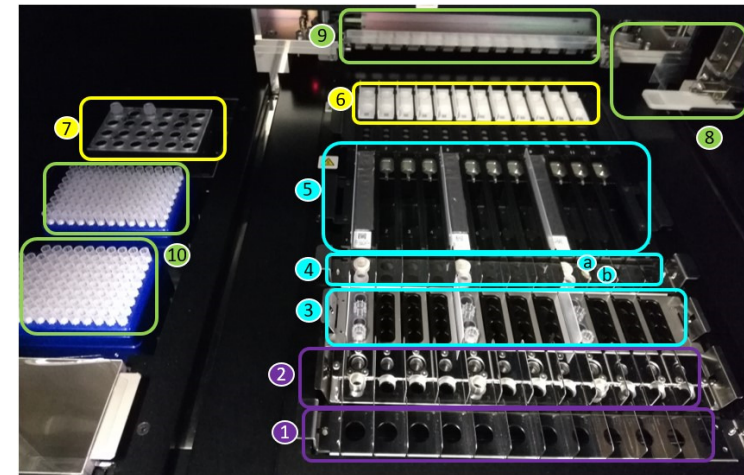

Abbildung 1: Der «ELiTe InGenius»Ladebereich
Eine Übersicht über das «**ELiTe InGenius**»Gerät ist in Abbildung 1 dargestellt.
Abbildung 1 zeigt: Position des Primärrohreinständers (1), Position des Ständers für Extraktions- und Deckel (2), Position des Ständers für Spitzenset (3), Position des Elutionsröhrchenständers (DNase I-Röhrchen + Röhrchenadapter (a) und Elutionsröhrchen (b)) (4), Position des Extraktionskartuschenständers (5) und Position des PCR-Kartuschenständers (6), Position des Blocks für PCR- und interne Kontrollreagenzien (Bestandsmanager) (7), Proben- und Reagenzdispensierung (8, 9), Positionen des Abfallbehälters (links unten) und der Spitzen (10).
- Die Schaltfläche „Next“ (Weiter) drücken, um zu bestätigen, dass für die Anzahl der ausgewählten Tests je nach Anzeige auf dem Bildschirm ausreichend Reagenzien in Position 7 des Bestandsmanagers geladen wurden (siehe Seite 10, Abbildung 1).
- Ausreichend Spitzenständers in Position 10 stellen (siehe Seite 10, Abbildung 1).
- Die angegebenen PCR-Kassetten in Position 6 stellen (siehe Seite 10, Abbildung 1).
- Die angegebenen Kassette(n) mit den Extraktionskartuschen in Position 5 stellen (siehe Seite 10, Abbildung 1).
- Setzen Sie die DNase I, in den DNase I-Röhrchenadapter in Position 4stellen (siehe Seite 10, Abbildung 1).
- Die angegebenen Anzahl von Elutionsröhrchen in Position 4 stellen (siehe Seite 10, Abbildung 1).
- Die angegebene Anzahl von Pipettenspitzen-Kassetten in Position 3 stellen (siehe Seite 10, Abbildung 1).